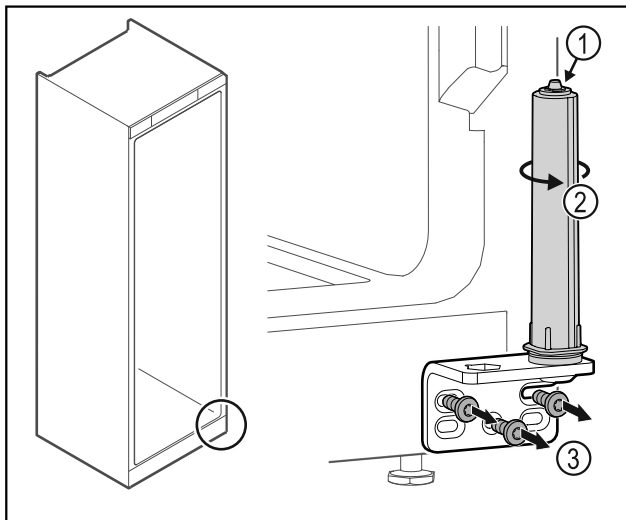

Fig. 51
- ▶ Ne szedje szét az ajtó zárrendszert Fig. 51 (1).
- ▶ Forgassa el a zárrendszert Fig. 51 (2), amíg az be nem kattann.
- ▶ Csavarozza le a csuklópántot Fig. 51 (3).